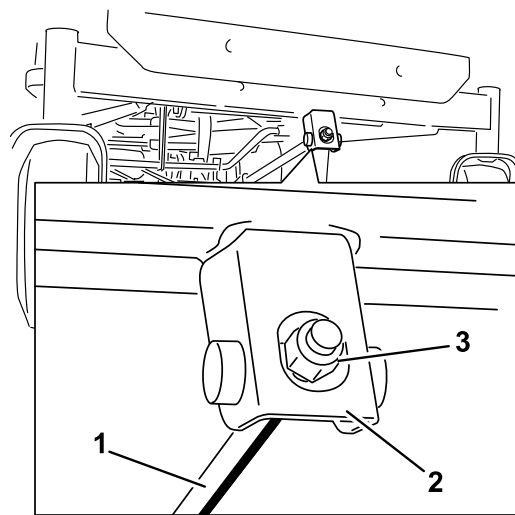

Figura 54
6. Per regolare l'inclinazione longitudinale della lama, ruotate il dado di regolazione nella parte anteriore del tosaerba (Figura 54).